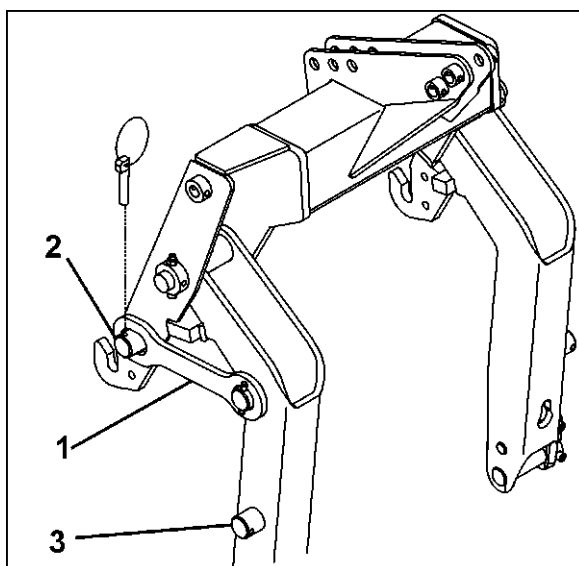

Рис. 51
3. Перевод предохранительной распорки (Рис. 51/1)
- в транспортировочное положение (Рис. 51/2),
- в парковочное положение (Рис. 51/3).